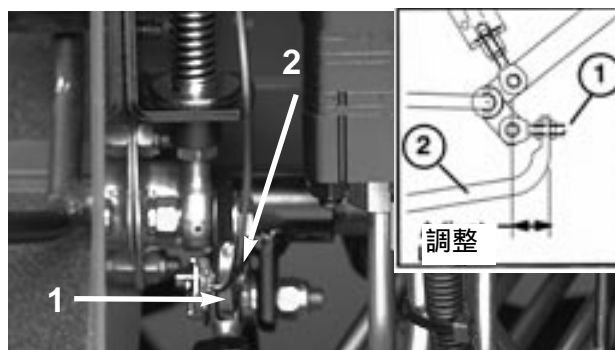

図 60
2. テストポート B (図 60) は、前カッティングユニットの油圧回路の故障探究用です。
3. テストポート C (図 60) は、後カッティングユニットの油圧回路の故障探究用です。
4. 前への動きを止めたい場合は、ポンプロッドの調整ナットを回してポンプコントロールチューブ(図60)を前へ動かす。後への動きを止めたい場合は、後へ動かす。